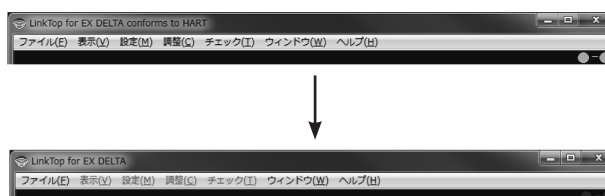

図15
- ④ 接続が終了すると図15のように、メニューが一部使用不可(文字の色が白色)となります。